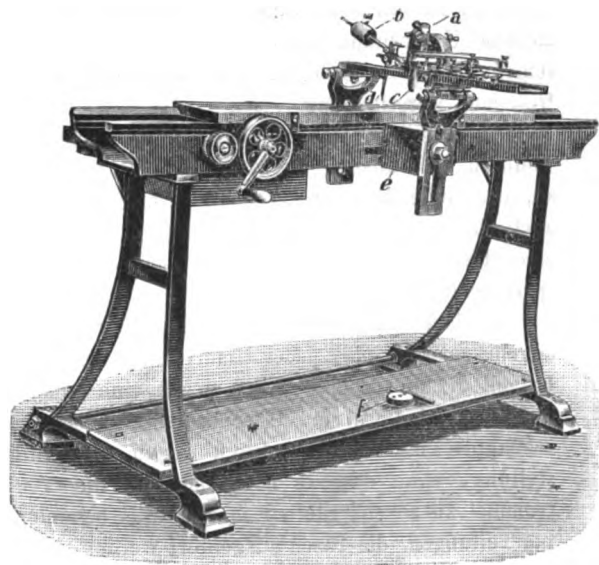

Fig. 2.
- a) mit einem Präzisions-Reisserwerk für die Herstellung feinerer Metall-Maassstäbe, Katastermaassstäbe, Planimeterstäbe, Originalmeter etc. In Fig. 2 ist dieselbe dargestellt; *e* ist eine Backe, die seitlich verstellbar ist, um schräge Linien ziehen zu können, *d* ist der